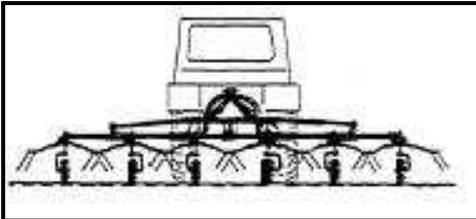

Abbildung 13
5. Für den Transport in der Wiese kann die Maschine bis an die mechanischen Anschläge hoch geschwenkt werden (Abb. 13). Dabei braucht die Zapfwelle nicht abgeschaltet zu werden. In dieser Stellung muss die Maschine über die Dreipunkthydraulik ausgehoben werden.